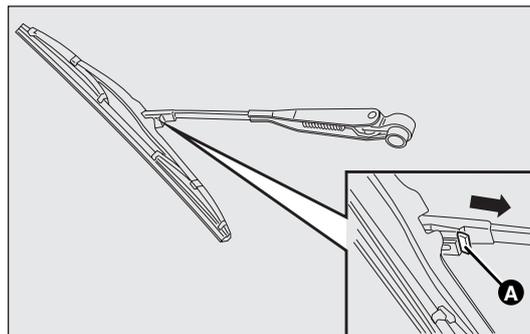

fig. 188 - Versioni porta battente
(per versioni/mercati, dove previsto)**Versioni porta battente fig. 188**
- premere l'aletta di ritegno A-fig. 188 e sfilare la spazzola facendola scorrere nel senso indicato dalla freccia.